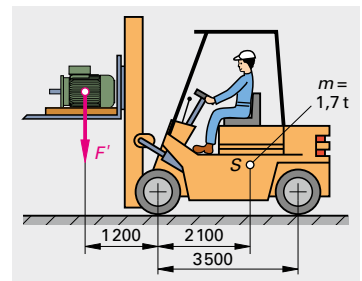

Bild 4: Gabelstapler
4. **Gabelstapler (Bild 4).** Ein Gabelstapler wiegt 1,7 t. Sein Schwerpunkt liegt 2100 mm rechts, der Schwerpunkt der anzuhebenden Last 1200 mm links von der Vorderachse.